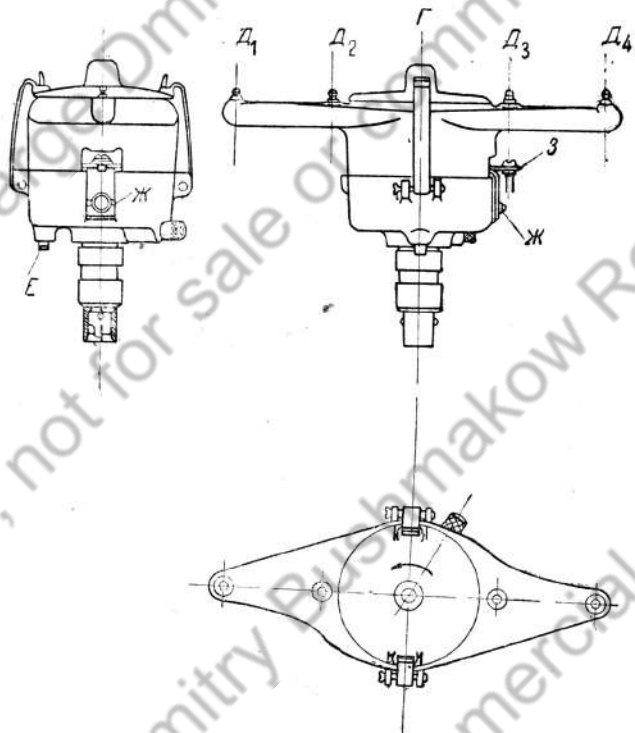

Рис. 40. Распределитель-прерыватель
**Распределитель-прерыватель** представляет собой совокупность приборов: прерыватель, распределитель и центробежный автомат для изменения момента зажигания при изменении числа оборотов коленчатого вала двигателя (рис. 40).
По своей конструкции он сильно напоминает распределитель-прерыватель модели ГАЗ-А (рис. 40).